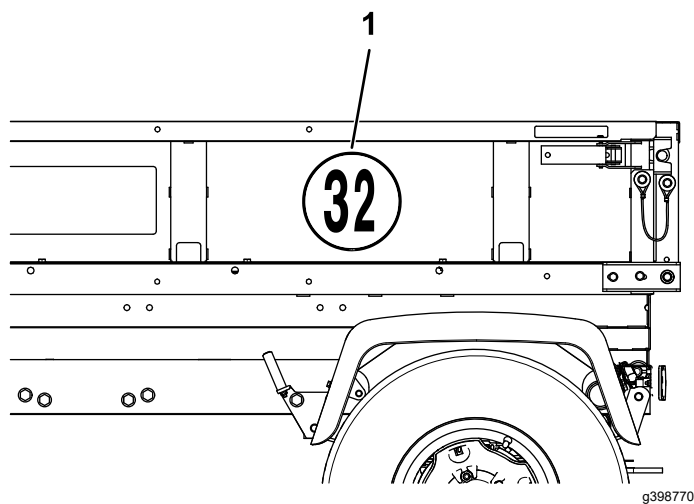

Рисунок 19
1. На левой стороне грузового кузова прикрепите наклейку «Ограничение скорости» между вторым и третьим швеллерами, как показано на рис. Рисунок 19